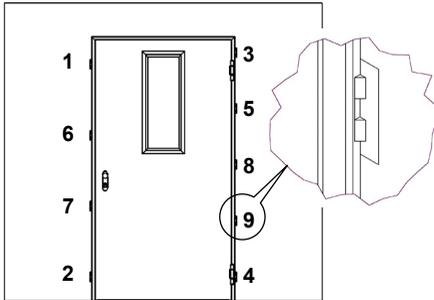

Abb. 104: Reihenfolge des Anschweißens (Porenbetonwand Dübelmontage)
Die Abb. 104 zeigt eine DIN-Links-Tür. Bei einer DIN-Rechts-Tür sind die Ankerbügel spiegelbildlich zu befestigen.
Die nebenstehende Abb. 104 zeigt eine DIN-Rechts-Tür. Bei einer DIN-Links-Tür ist die Schweißreihenfolge spiegelbildlich auszuführen.
2. Türelement sinngemäß gleich wie unter 3.9.3 beschrieben einbauen und in der in Abb. 104 angegebenen Reihenfolge anschweißen.